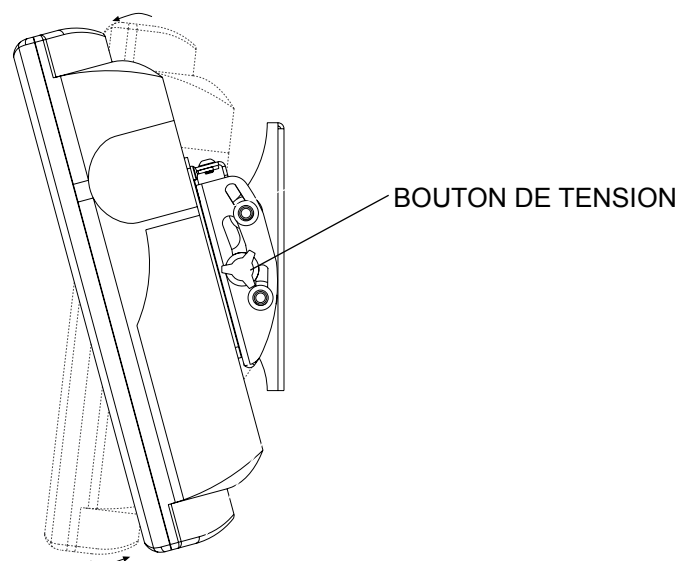

fig. 4.1
- 4** Réglez le bouton situé sur le côté droit du support illustré sur la figure 4.1 à la tension désirée pour équilibrer la taille et le poids de l'écran.
Poussez ou tirez depuis le haut ou le bas de l'écran pour régler l'inclinaison, comme illustré à la figure 4.1. L'inclinaison peut être réglée à un maximum de 15° à l'avant ou 5° à l'arrière.